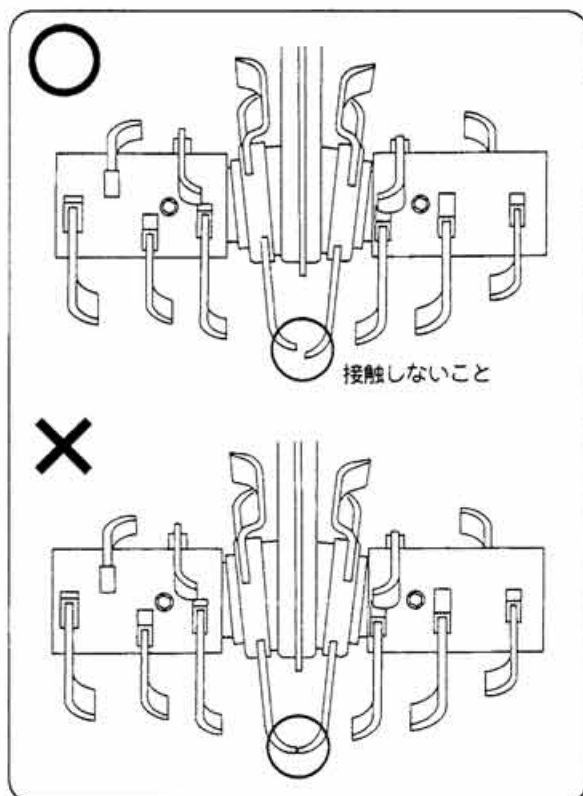

図41
- ❷ クロス刃受を手で回転させて左側と右側の爪が接触していないことを確認してください。(図41)